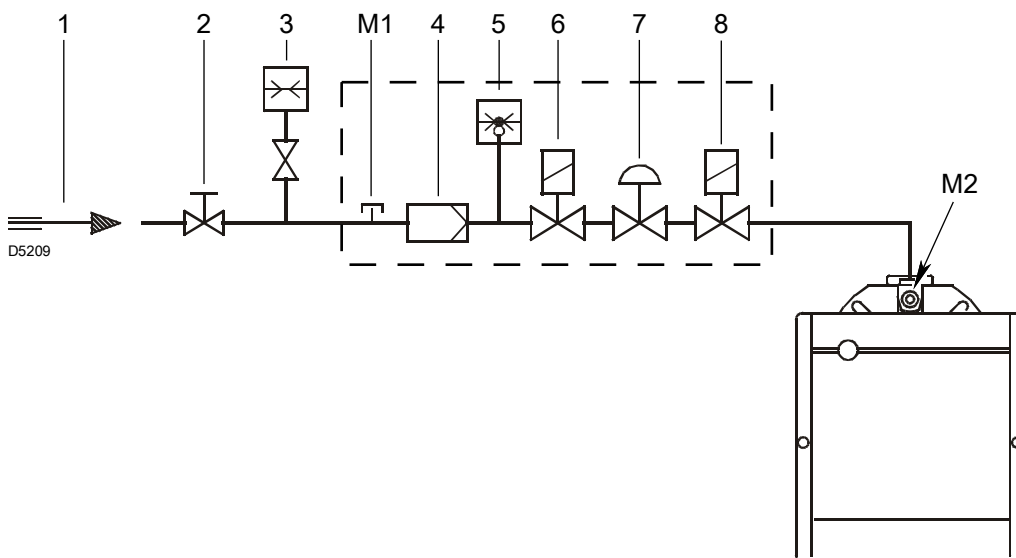

图 17
图例 (图 17)
测试点 M2) 测量的燃气压力 (图 17)，此时：
- 从测试点 M2) 压力减去燃烧室中压力 (图 17)。
测试点 M2) 燃气压力 (图 17) = 10.0 毫巴
在所要的燃烧器工作的最大调制输出已经固定的情况下计算 测试点 M2) 所需的燃气压力 (图 17)：
- 在右边的 栏 1，读取测试点 M2) 处的压力 (图 17)。